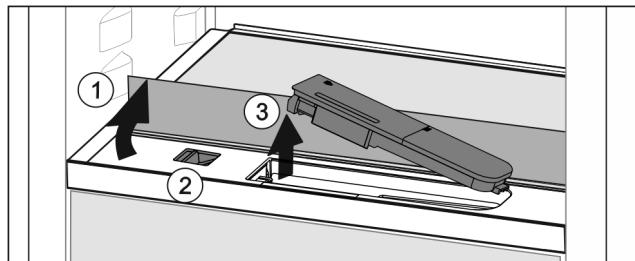

Fig. 44
- Повдигнете стъклената плоча и я завъртете до ограничителя назад Fig. 44 (1).
- Преместете пъзгача Fig. 44 (2) наляво.
- Извадете резервоара за вода Fig. 44 (3).